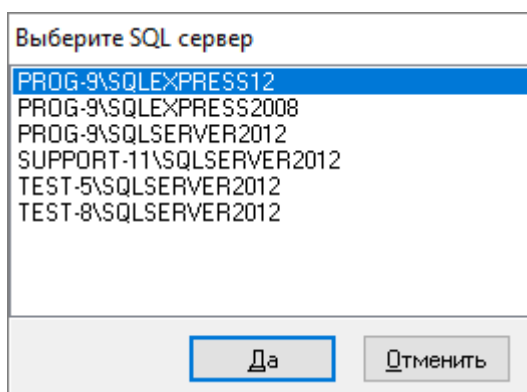

Рисунок 4-18 Выбор экземпляра MS SQL Server
- 1) Имя экземпляра MS SQL Server можно ввести вручную, а можно выбрать при помощи автоматического поиска. Для выбора экземпляра MS SQL Server необходимо выбрать параметр «SERVER NAME» и нажать кнопку <...>. Появится окно с доступными SQL-серверами (поиск ведется по всем компьютерам локальной сети) (см. Рисунок 4-18).